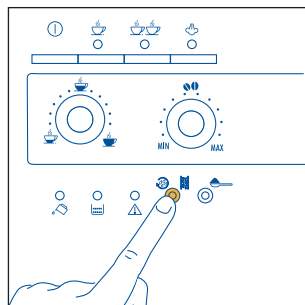

Fig. 14
1) Se tirar uma chávena de café curto (inferior a 60cc) logo depois de ligar a máquina, utilize a água quente do enxaguamento para pré-aquecer as chávenas (consulte o conselho no par. 4.3 ponto 5). **Se, porém, decorrerem mais de 2/3 minutos após a preparação do último café, antes de tirar novamente um café é necessário pré-aquecer o infusor premindo a tecla   (fig. 14).** Deixe que a água flua para a pingadeira subjacente ou utilize esta água para encher (e